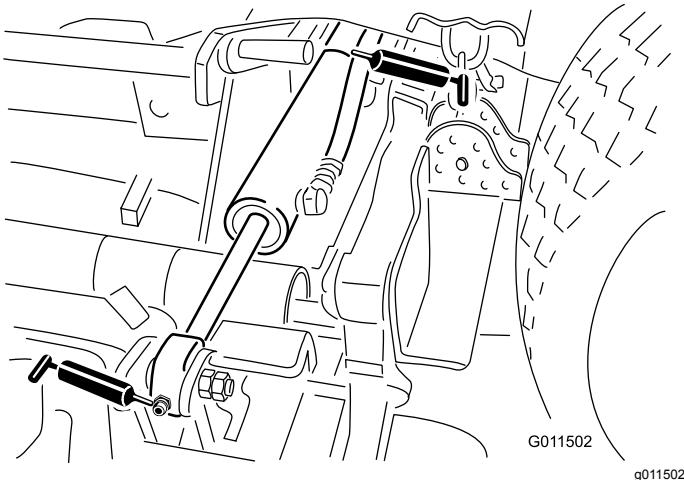

Figura 69
Cilindro di sollevamento laterale (4) (Figura 69).